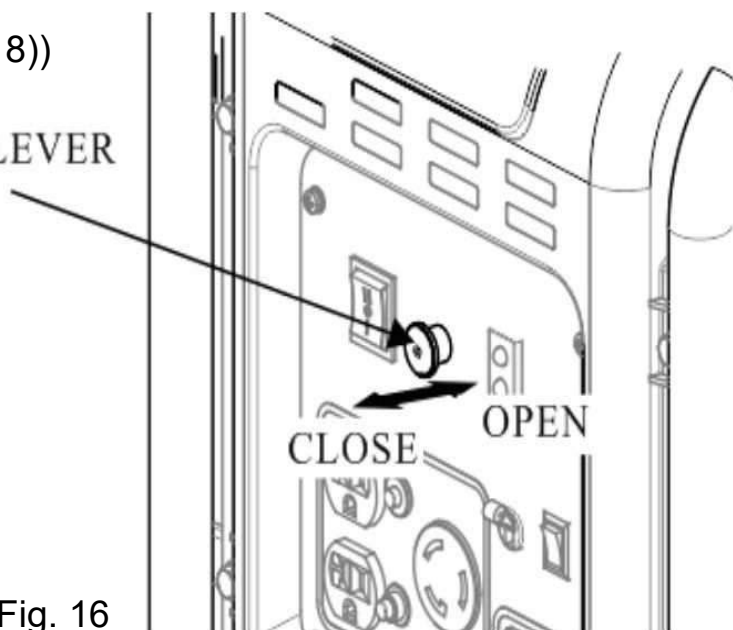

Fig. 16
in posizione "OPEN". (Vedere pag.26 fig.16)
1. Portare la leva dello starter (p.17 fig.5 (18)) su "CHIUSO" per l'avviamento a freddo, estraendolo (v. pag. 26 fig. 16).